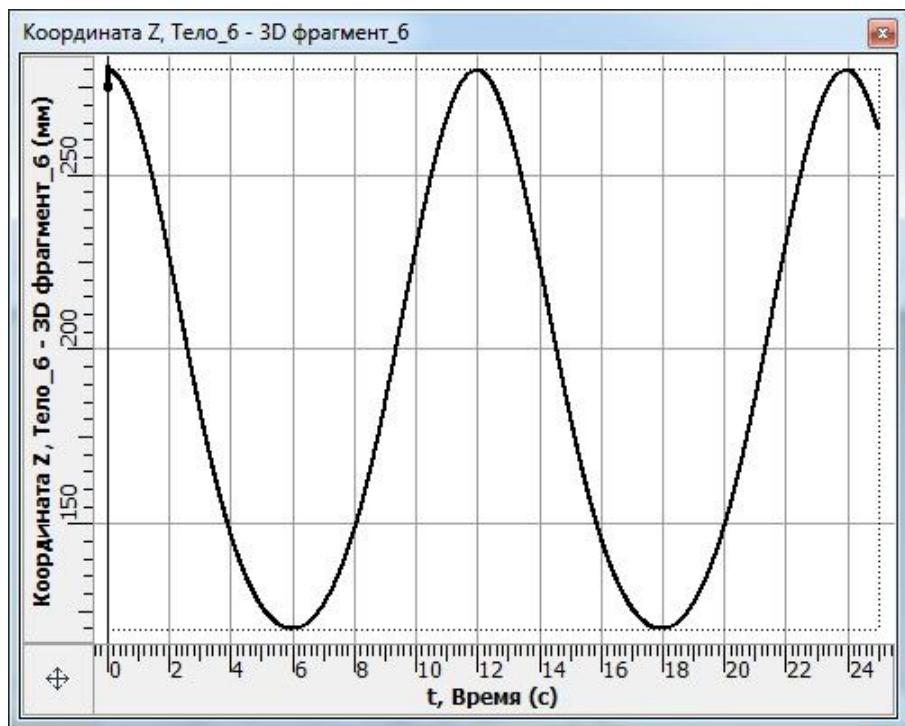

Рис. 1.13 – Пример графика зависимости перемещения главного поршня от времени
1.15.4 Воспользуйтесь инструментом «Создать результат» на панели «Расчёт» вкладки «Анализ». Выберите для «Датчик\_1» (датчик главного поршня) параметры вдоль оси его движения Z: координата Z, линейная скорость Z, линейное ускорение Z. Выберите для «Датчик\_2» (датчик груза): координата X, линейная скорость X, линейное ускорение X. Соответствующие результаты появятся в папке «Результаты» текущей задачи. Открыв любой результат, можно посмотреть график изменения интересующей величины. Пример графика показан на рис. 1.13.